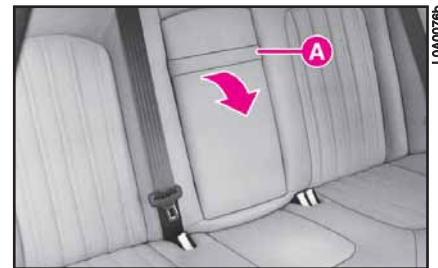

fig. 204
1) En agissant par le siège arrière, baisser l'accoudoir en utilisant la poignée A (fig. 204).